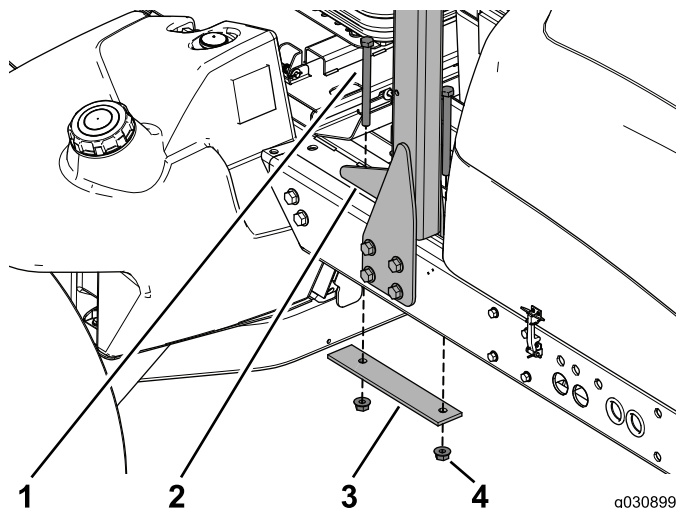

Рисунок 2
3. Отверните два болта, снимите усиливающую пластину и фланцевые гайки, крепящие конструкцию ROPS к верхней части рамы (Рисунок 2).